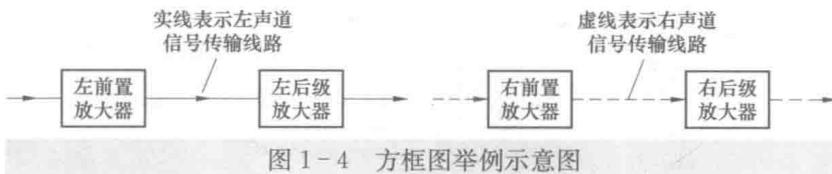

图 1-4 方框图举例示意图
2) 了解整机电路图中的信号传输过程时,主要是看图中箭头的方向,箭头所在的回路表示了信号的传输通路,箭头方向表示了信号的传输方向。在一些音响设备的整机电路方框图中,左、右声道电路的信号传输指示箭头用实线和虚线分开表示。如图 1-4 所示,虚线和实线分别表示一个声道。